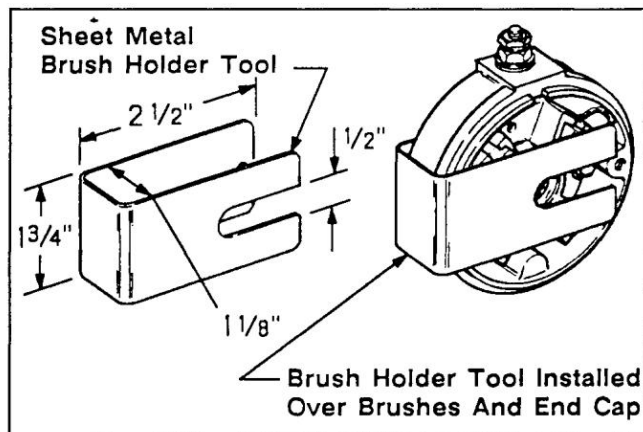

Figure 8-24. Outil porte-brosse.
REMARQUE : Utilisez un outil porte-balais pour maintenir les pinceaux dans les poches. Un outil porte-balais peut facilement être fabriqué à partir de tôle fine. Reportez-vous à la Figure 8-24.
3. Installez l'outil porte-balais pour maintenir les balais dans les poches du capuchon d'extrémité du collecteur. Reportez-vous à la Figure 8-24.